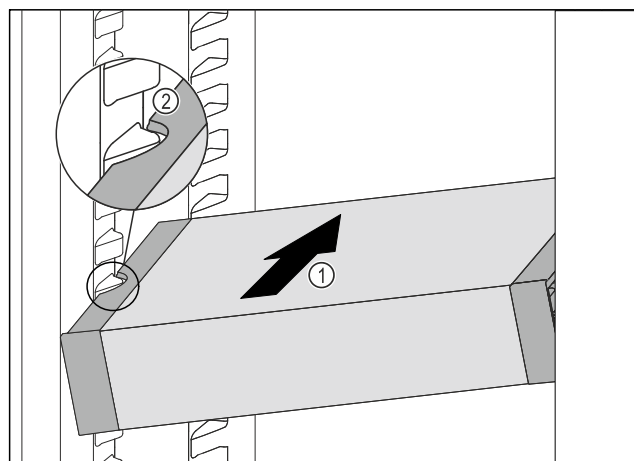

Fig. 213
- Futni pjerrtas VarioSafe në pjesën e ftohjes Fig. 213 (1), derisa foletë anësore Fig. 213 (2) të VarioSafe të jenë në lartësinë e brinjëve të kutisë në pjesën e ftohjes.